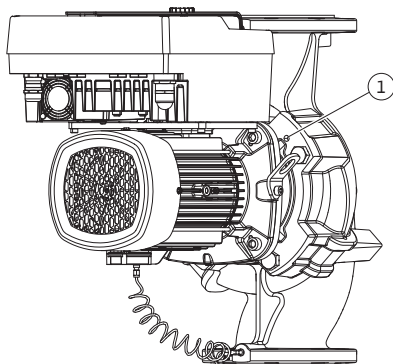
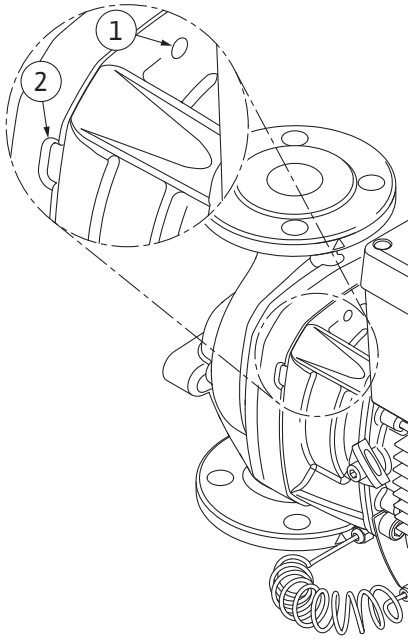

Fig. 108: Aftrykning af indstikssættet via gevindhuller
Fig. 109: Gevindboringer og slidser til afmontering af indstikssættet fra pumpehuset
11. Løsn skruen (Fig. I/III, pos. 10, Fig. II/IV, pos. 29), der holder holdepladen til differensstryktransmitteren. Træk differenstryktransmitteren (Fig. I, pos. 8) med holdepladen ud til siden og lad den hænge i trykmåleledningerne (Fig. I, pos. 7). Kobl tilslutningskablet til DDG i elektronikmodulet af, eller løsn det på stikforbindelsen, og træk det af.
12. Ved pumpetype (Fig. III, IV) løses skruerne pos. 29. Brug de to gevindboringer (Fig. 108, pos. 1), der ligger ved siden af, og anvend egnede skruer (f.eks. M10 x 25 mm), der er stillet til rådighed på opstillingsstedet. Tryk indstikssættet af pumpehuset. Anvend til pumpetype (Fig. I og Fig. II) de to gevindboringer M10 (se Fig. 108), og anvend egnede skruer stillet til rådighed på opstillingsstedet (f.eks. M10 x 20 mm). Ved aftrykning kan kærvene (Fig. 109, pos. 2) også anvendes. Sæt til dette formål f.eks. to skruetrækkere på, og anvend dem som håndtag. Efter ca. 15 mm føres indstikssættet ikke længere i pumpehuset.